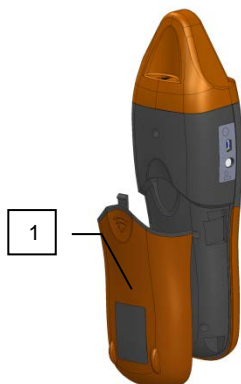

Рис. 15 Замена источника питания.
- снять крышку отсека батареек 1 - Рис. 15,